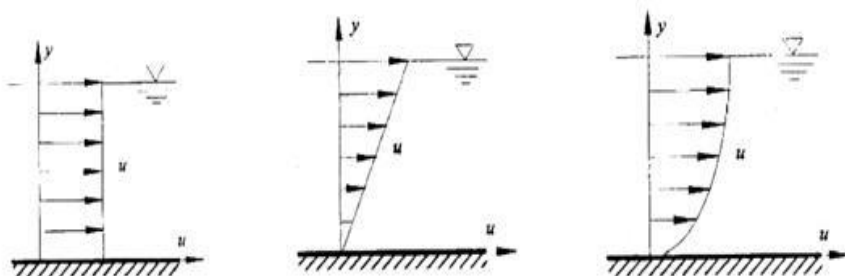

图 7 液体流速分布
2、已知液体中流速沿 y 方向分布如图 7 所示的三种情况, 根据牛顿内摩擦定律, 定性绘出切应力沿 y 方向的分布图。